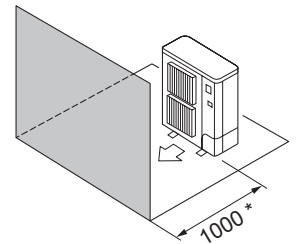

Fig. 2-10
- ④ Obstáculos sólo en la parte delantera (Fig. 2-10)